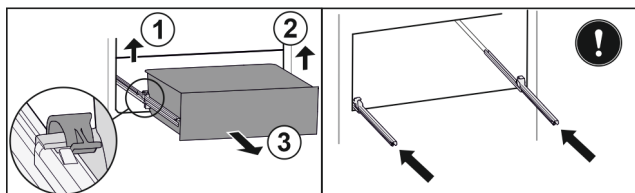

Fig. 187
- Ngrini lart kapësen e majtë dhe në të njëjtën kohë tërhiqni nga përpara sirtarin e majta. Fig. 187 (1)
- Ngrini lart kapësen e djathtë dhe në të njëjtën kohë tërhiqni nga përpara sirtarin nga e djathta. Fig. 187 (2)
- Hiqeni sirtarin nga përpara. Fig. 187 (3)